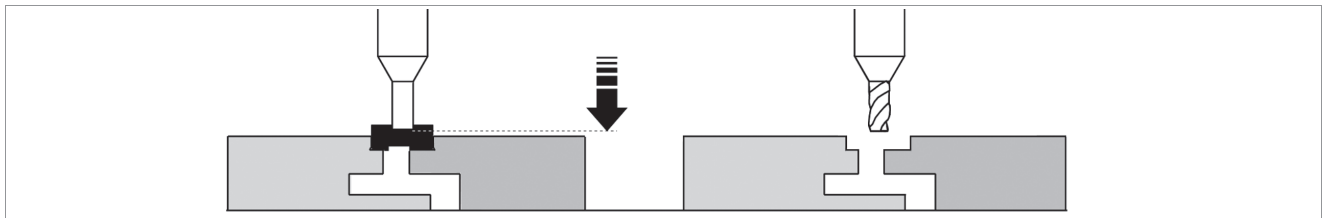
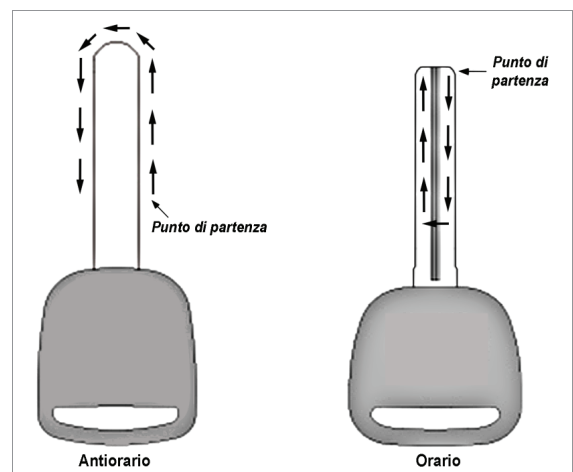

Fig. 27
Fig. 29
- 2) Con la palanca (J), bajar el carro vertical, sin forzar, para que el palpador apoye en la superficie cortada de la llave original (Fig. 27). Bloquee el mandril palpador a esta altura con el botón (R).
- 3) Con la palanca (C) mover el carro mordaza hacia el operador para poder posicionar la llave en bruto en la mordaza derecha.
- 4) Apagar el motor con el interruptor (Q).
- 5) Siga con el cifrado trabajando solamente con la palanca (C) (Fig. 29).